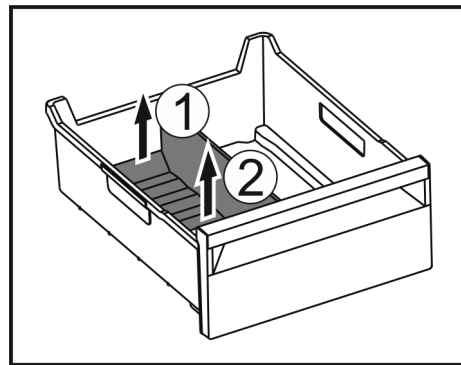

Fig. 153
- ▶ Ridicați partea posterioară a separatorului pentru compartimentul de gheață. Fig. 153 (1)
- ▶ Scoateți separatorul pentru compartimentul de gheață în sus. Fig. 153 (2)